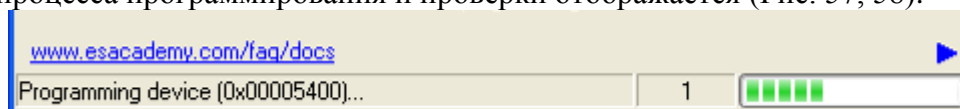

Рис. 57
- Статус процесса программирования и проверки отображается (Рис. 57, 58):